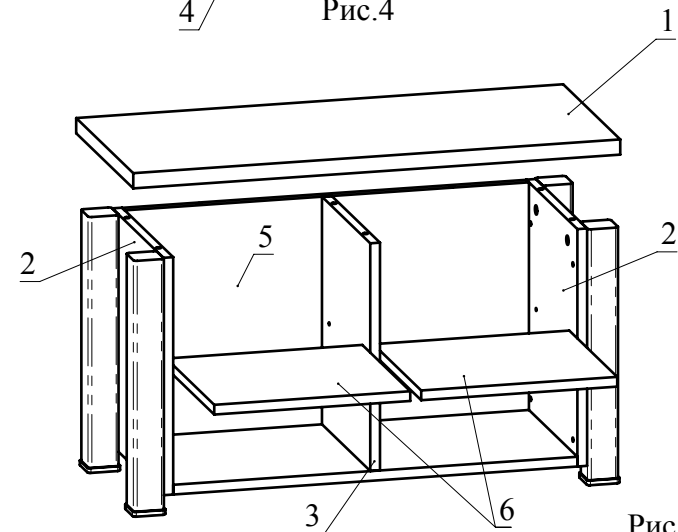

Рис.5
6. Установите деталь 1 на детали 2, 3, 5 и зафиксируйте, затянув конфирматным ключом головки минификсов. Установите полки 6 на полкодержатели (Рис. 5).